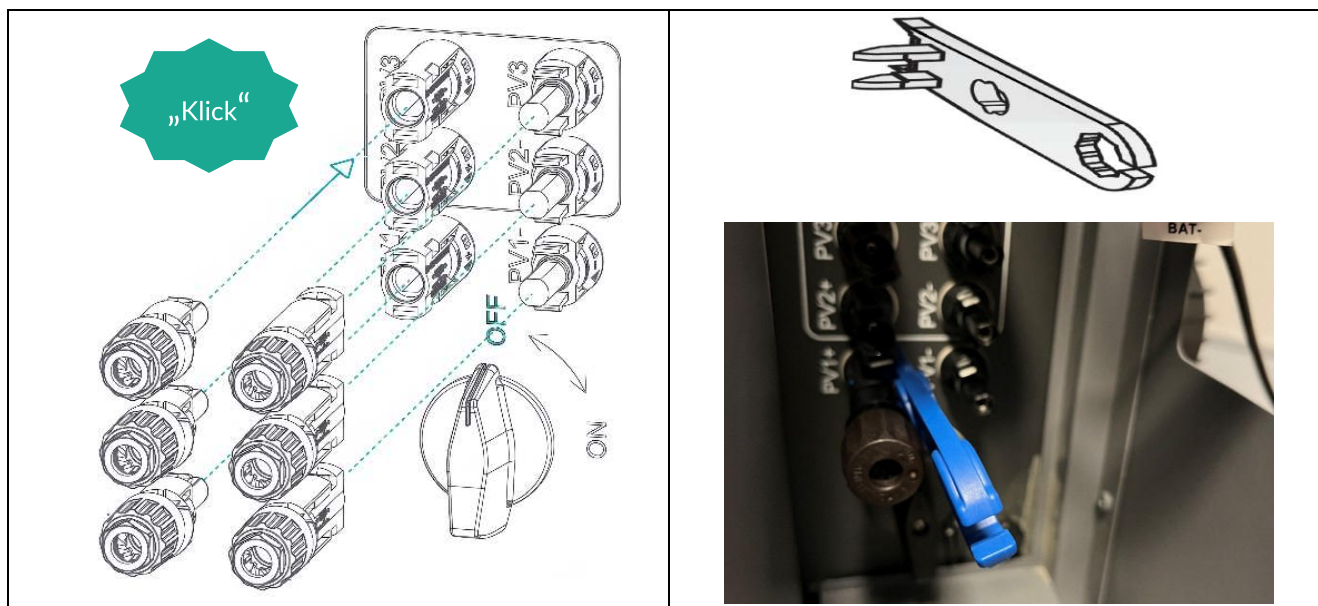

Abbildung 38: Stecken und Lösen PV-Stecker
- Stecken Sie den positiven und negativen Stecker in die entsprechenden DC-Eingangsklemmen des Wechselrichters, bis Sie ein Klick-Geräusch hören, siehe Abbildung 38